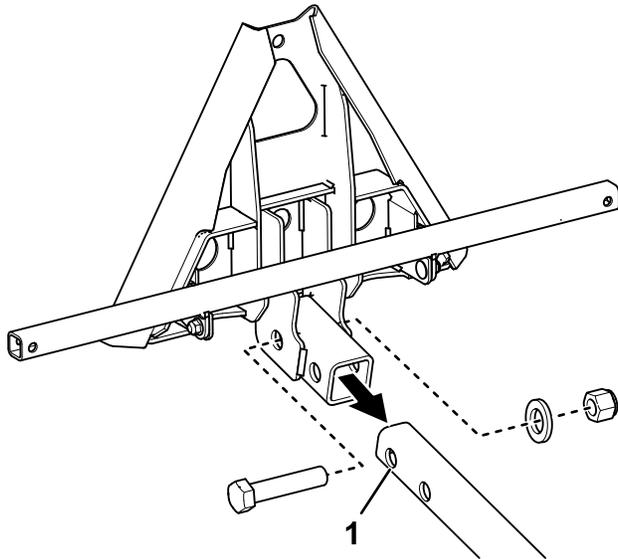

図8
3. 牽引バーに、後アタッチメントアダプタアセンブリを取り付ける六角ヘッドボルト3/4 x 3 1/2"1本、平ワッシャ、ロックナット3/4"を使用して図8のように取り付ける。